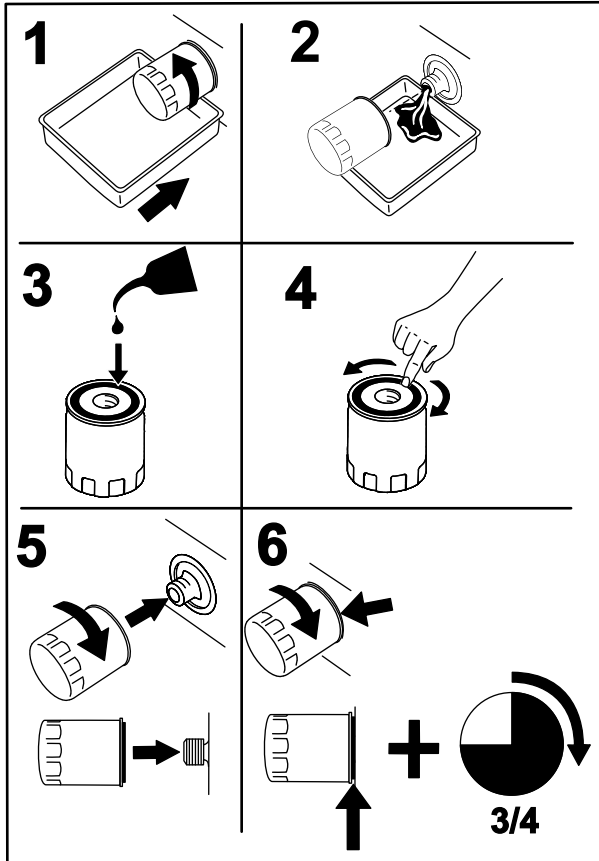

Figura 37
2. Cambie el filtro de aceite del motor (Figura 37).